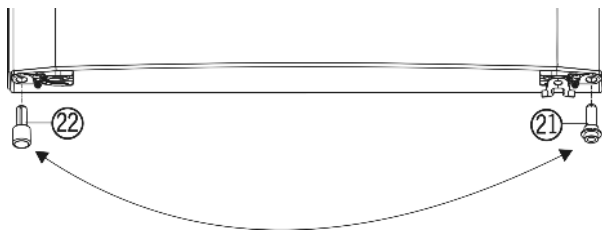

Fig. 4
- ▶ Unten links das Distanzteil Fig. 4 (22) aus der Tür herausnehmen.
- ▶ Das Distanzteil *Fig. 4 (22)* wieder rechts unten in die Tür einsetzen.